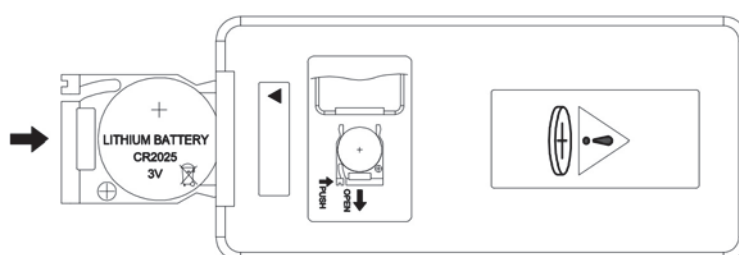

Figura 3
3. Inserte la batería con el lado que parece un botón hacia el soporte. Compruebe que la batería haya quedado firmemente asentada. (Figura 3)